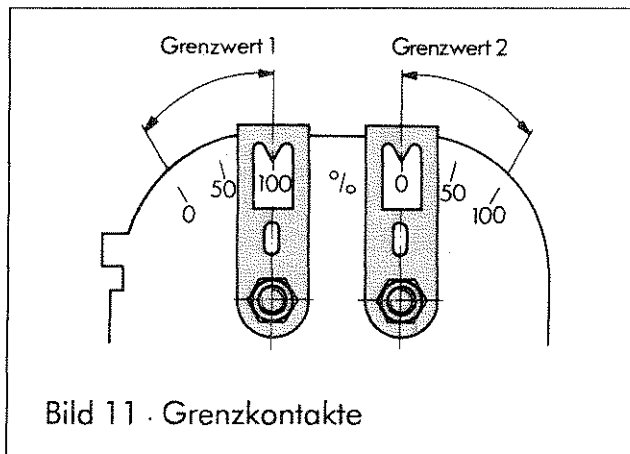

Bild 11 · Grenzkontakte
5.3 Einstellen der Grenzkontakte (Bild 11)